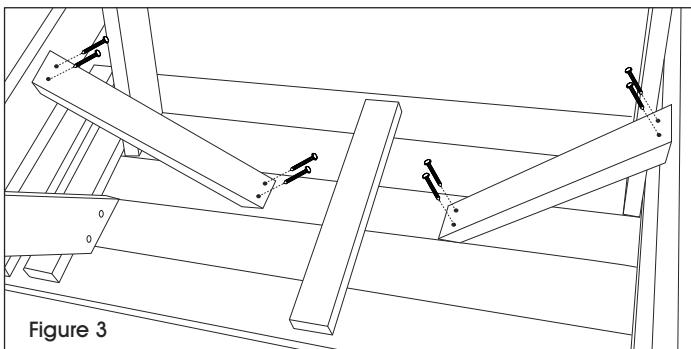

Figure 3
7. Assurez-vous que les pattes sont perpendiculaires au dessus de table pour que le dessus de table soit bien de niveau. Prépercez des trous et fixez les renforts de soutien diagonaux à l'aide de quatre vis à bois de 2 ½ po sur la traverse et le dessus de table préassemblé. (Voir Figure 3)